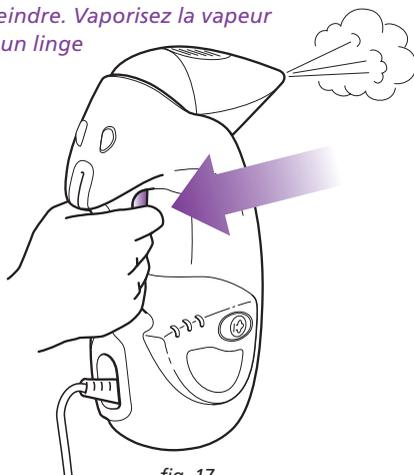

fig. 17
- 3 Le presseur à vapeur est automatiquement réglé en mode **FROTAGE**. Pour activer la vapeur, pressez la gâchette de vapeur. Pour changer le mode, appuyez sur le bouton du mode de **RÉGLAGE VAPEUR/MARCHE** pour sélectionner le mode **ÉPOUSSETAGE**, **VADROUILLE** ou **FROTAGE**. Vous pouvez changer le mode de vapeur lorsque le presseur à vapeur portatif est en mode veille ou en cours d'utilisation. Lorsque le voyant du mode de réglage devient bleu, maintenez enfoncée la gâchette de vapeur pour débiter le nettoyage à la vapeur. (fig. 17)